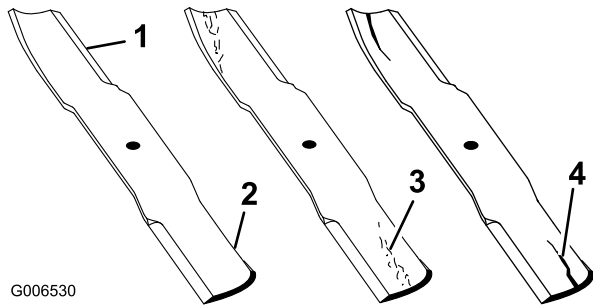

Figura 90
1. Inspeccione los filos de corte (Figura 90). Si los bordes no están afilados o tienen muescas, retire las cuchillas y afílelas. Consulte Afilado de las cuchillas.
2. Inspeccione las cuchillas, especialmente la parte curva (Figura 90). Si observa daños, desgaste o la formación de una ranura en esta zona (Figura 90), instale inmediatamente una cuchilla nueva.